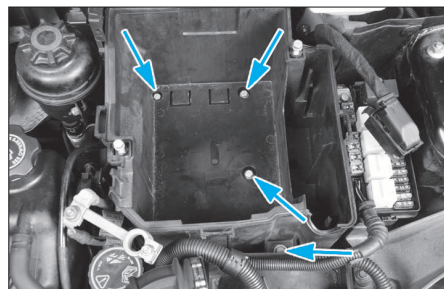

FIG. 55
- le bac à batterie (Mini One et Cooper) (Fig.55).